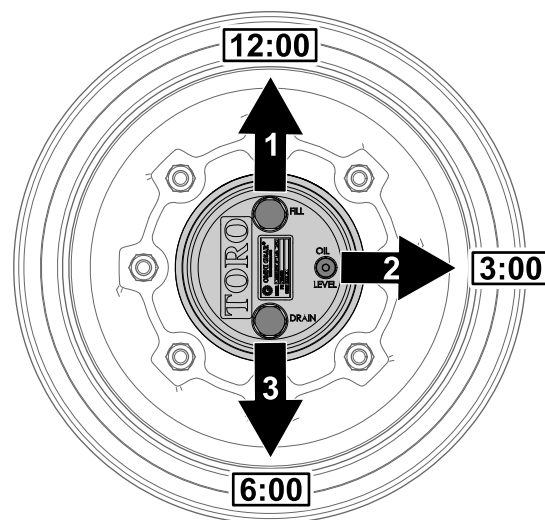

Figura 137
1. Aparque la máquina en una superficie nivelada, coloque la rueda de modo que el tapón de llenado se encuentre en la posición de las 12, el tapón de verificación en la posición de las 3 y el tapón de vaciado en la posición de las 6 (Figura 137).
2. Retire el tapón de verificación en la posición de las 3 (Figura 137).
1. Aparque la máquina en una superficie nivelada, coloque la rueda de modo que el tapón de llenado se encuentre en la posición de las 12, el tapón de verificación en la posición de las 3 y el tapón de vaciado en la posición de las 6; consulte Figura 137 en Comprobación del lubricante de la transmisión planetaria (página 79).